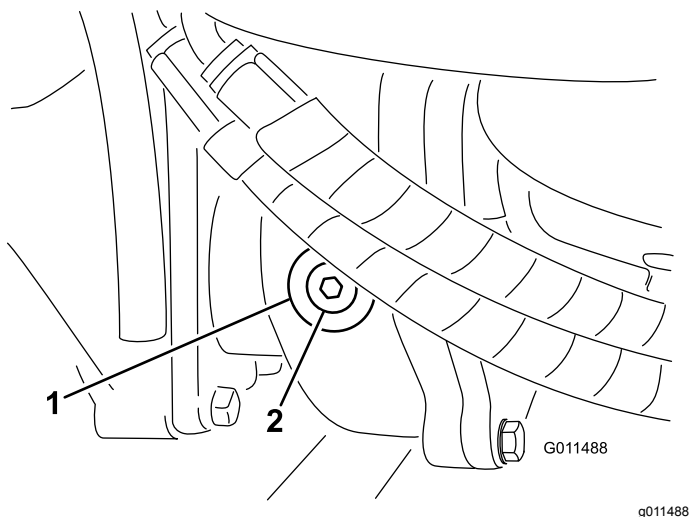

Bild 95
2. Entfernen Sie die Prüf-/Füllschraube an der linken Getriebeseite und stellen sicher, dass das Öl die Unterseite des Lochs erreicht (**Bild 95**).